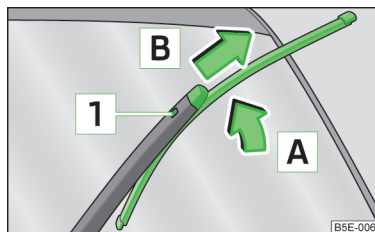

Fig. 206
- Écartez le bras d'essuie-glace du pare-brise » fig. 206.